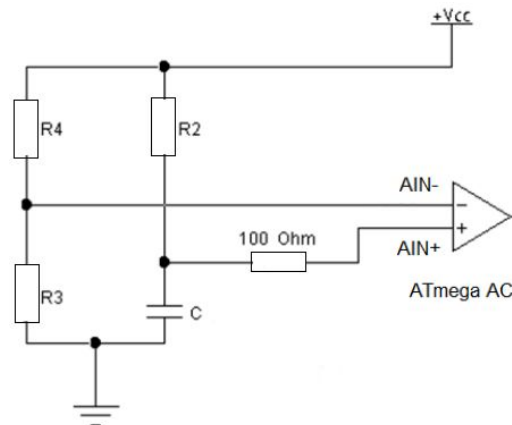

Рисунок 6 – Схема для вимірювання ємності конденсатора
3. Використовуючи компаратор виміряти ємність конденсатора, рис. 6.